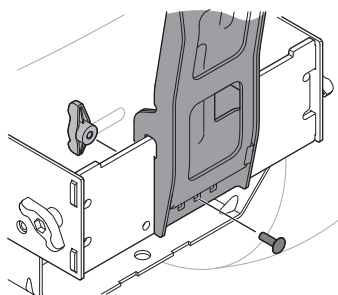

Figure 10
3. Fixez le support vertical à l'ensemble de montage avec un boulon de carrosserie (710-0276) et un écrou papillon (720-04122) du kit de quincaillerie 689-02364. Voir Figure 10.